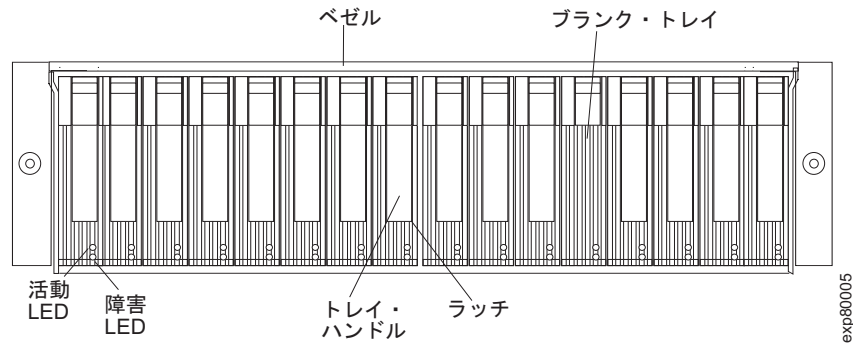

図 77. ホット・スワップ E-DDM LED
2. 図 77 に示される障害 LED を確認します。いずれかのこはく色の LED が点灯している場合は、173 ページの『問題の解決』を参照してください。